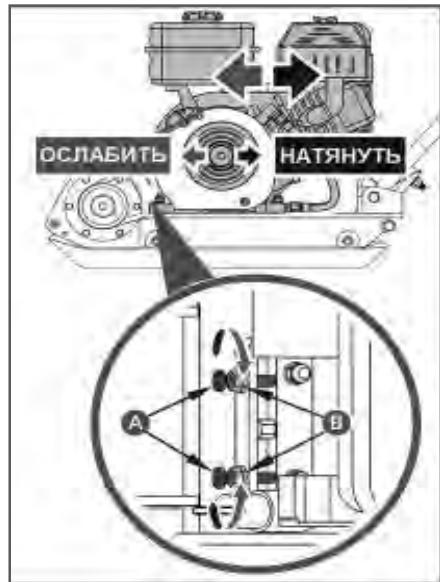

Рис. 30 Регулировка натяжения ремня Т-50
4. При необходимости, произведите регулировку натяжения ремней. Регулировка натяжения ремней осуществляется: для натяжения ремней – перемещением двигателя от вибратора; для ослабления ремней – перемещением двигателя к вибратору. Для ослабления или натяжения ремня на виброплите Т-50: — ослабьте затяжку болтов и гаек крепления двигателя к раме; — для натяжения ремня закрутите гайку тяги натяжного устройства (Рис. 30); — для ослабления ремня открутите гайку тяги натяжного устройства и сдвиньте двигатель к вибратору (Рис. 30).